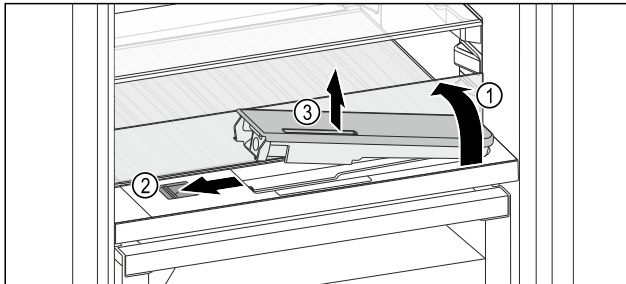

Fig. 148
- ▶ Glasplatte anheben und bis zum Anschlag nach hinten klappen Fig. 148 (1).
- ▶ Schieber Fig. 148 (2) nach links schieben.
- ▶ Wassertank entnehmen Fig. 148 (3).